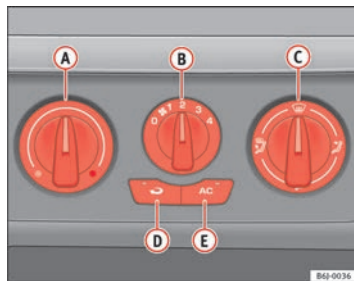

Abb. 96 In der Instrumententafel: Bedienelemente Klimaanlage
- Mit den Reglern ⇒ Abb. 96 **A** und **C** und mit dem Schalter **B** stellen Sie die Temperatur, die Gebläsestufe und die Luftverteilung ein.